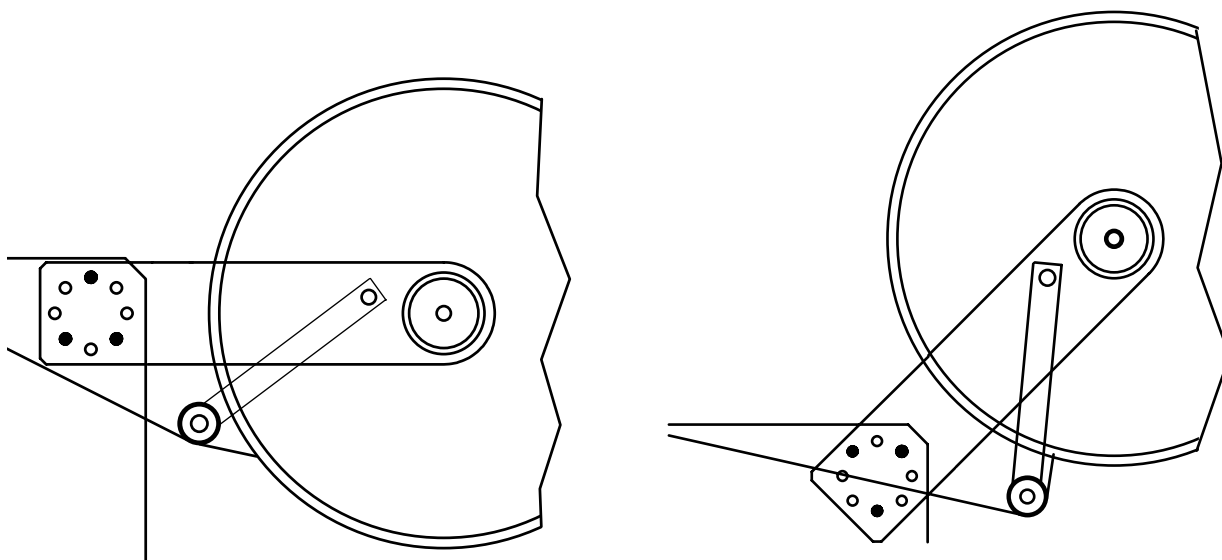

FIGURA 6
- \* **Assemblare** il supporto magazzino etichette alle flange come rappresentato nella figura 6, utilizzando le 5 viti e i due distanziali in dotazione.